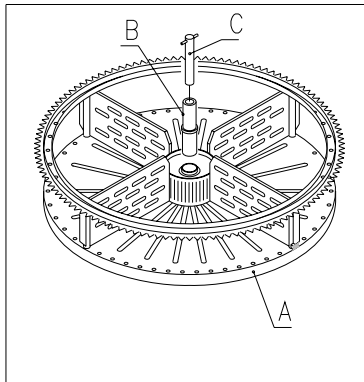

FIG. 8
- la última bandeja superior pos. A FIG. 8 lleva un casquillo pos. B FIG. 8 y el perno C FIG. 8 para el bloqueo de toda la columna. Es importante, durante el montaje de la columna, situar correctamente la pieza C y colocar la bandeja pos. A después de los demás como último de los diez.